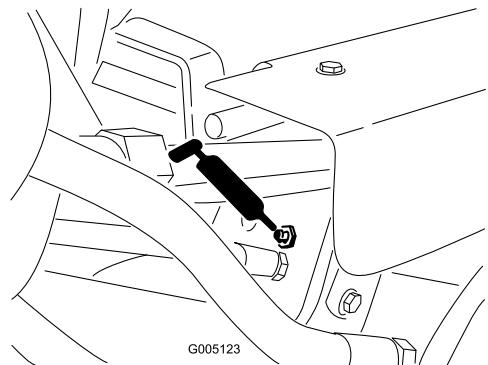

Figure 43
- Vérins de relevage (3) (Figure 43)